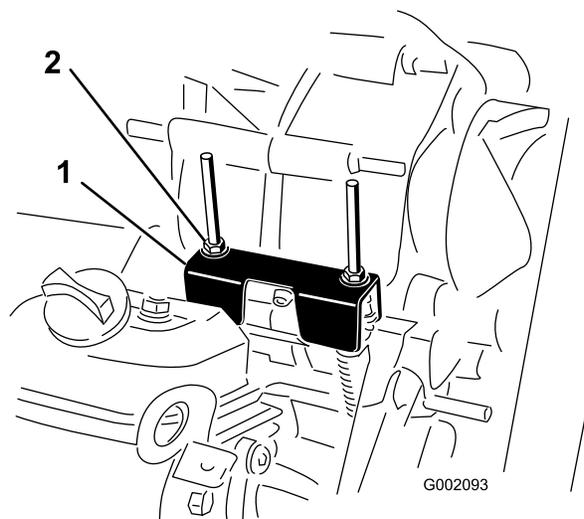

Figure 28
Lors des entretiens courants et/ou des diagnostics du moteur, vous devez placer la boîte-pont au point mort (Figure 28). La position point mort de l'inverseur de marche commande le point mort de la boîte-pont. Procédez comme suit pour vérifier que le point mort de l'inverseur de marche actionne correctement le point mort de la boîte-pont :
2. Vérifiez que la patte de réglage du point mort est à la position point mort (au même niveau que le support de fixation du câble situé sous la patte d'inversion de marche) en tournant l'embrayage (Figure 28).
3. Serrez l'un des contre-écrous (Figure 28) pour obtenir un espacement de 0,76 à 1,52 mm.